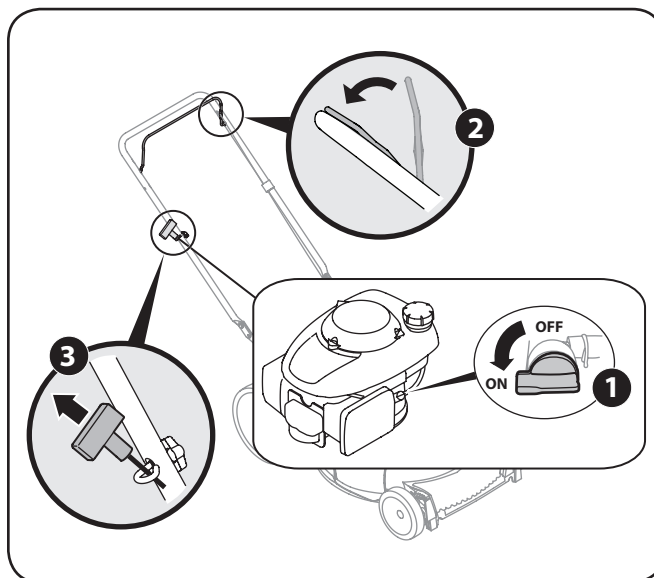

Figura 5-2
1. Coloque la palanca de la válvula de combustible (de ser equipado) en el lado izquierdo del motor en la posición de ON. Vea el inserto de la Figura 5-2.
3. Sostenga firmemente las dos manijas juntas, tome la manija del arrancador de retroceso y tire de la cuerda para sacarla con un movimiento del brazo rápido, continuo y total. Vea la Figura 5-2. Mantenga firme la manija del arrancador, deje que la cuerda regrese lentamente al arrancador. Repita hasta que el motor esté en marcha. Deje que la cuerda se vuelva a enrollar lentamente.